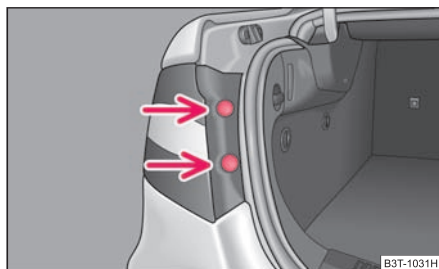

Fig. 238 Desmontaje de la parte exterior de la unidad de luces posteriores
- Retire los tapones ⇒ fig. 238 y destornille con una llave Torx la unidad de luces posteriores ¹⁹⁾.
- Atornille firmemente la unidad de luces posteriores y métala en los tapones ⇒ fig. 238.